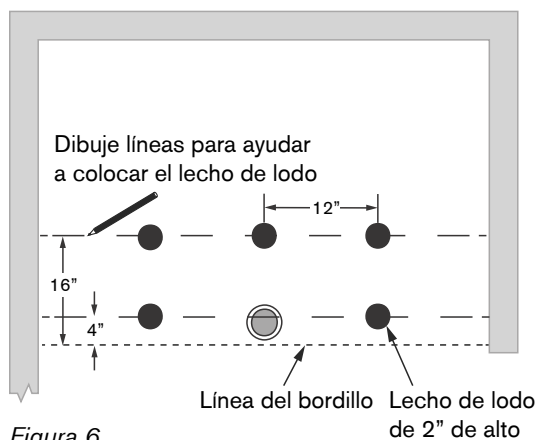

Figura 6
- 12 Antes de aplicar el lecho de lodo, marque el piso con el patrón y los espacios que se muestran a continuación. (Figura 6)